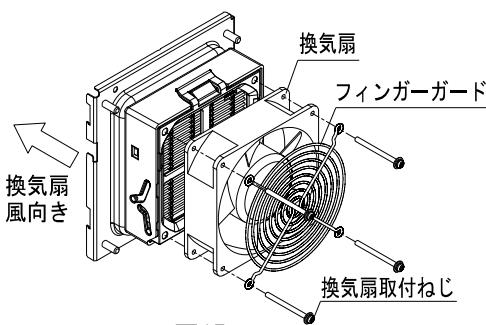

図15
①「■取付方法」の項を参照し、SLS-17AF(S)のケースに本器を取付けてください。
②本器に換気扇、フィンガーガードを、換気扇に付属されているねじで取付けてください。(図15参照)